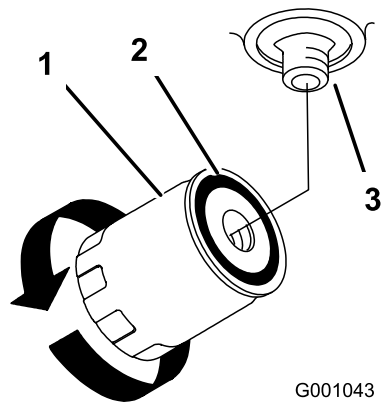

Figure 49
5. Déposez le filtre usagé et essuyez la surface du joint de l'adaptateur (Figure 49).
l'adaptateur, puis donnez un 1/2 tour supplémentaire (Figure 49).